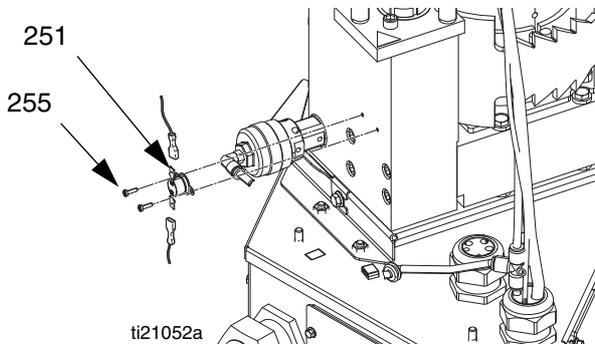

FIG. 43
11. Instale los aisladores (53, 75) en el conjunto del fundidor (5).
12. Conecte el terminal (87) del cable de tierra y el tornillo de tierra (88) con el conjunto del fundidor (5).
13. Conecte los conectores de cables al interruptor de sobretensión (251). Consulte la FIG. 43 en la página 74.
14. Use las tuercas (3) para instalar la cubierta de metal (27).
15. Extraiga el tubo de aire de la válvula de alivio (36) por el alojamiento de metal y luego conecte el tubo de aire a la válvula de alivio (245).
16. Instale la puerta de acceso delantero (10) en el armario eléctrico (1).
10. Desconecte los conectores de cables del interruptor de sobret temperatura (251). Consulte la FIG. 43 en la página 74.
11. Extraiga el cable del armario eléctrico y luego deseche el sensor (125) y los cables.
1. Pase los nuevos cables del arnés por el ojal (63) en la parte superior del armario eléctrico.
2. Conecte los conectores de cables al interruptor de sobret temperatura (251). Consulte la FIG. 43 en la página 74.
3. Coloque el sensor de temperatura del calentador de banda (125) en el fundidor.
4. Ajuste el tornillo (AA).
Desmontaje (consulte la FIG. 43):
Vuelva a montar (consulte la FIG. 43):